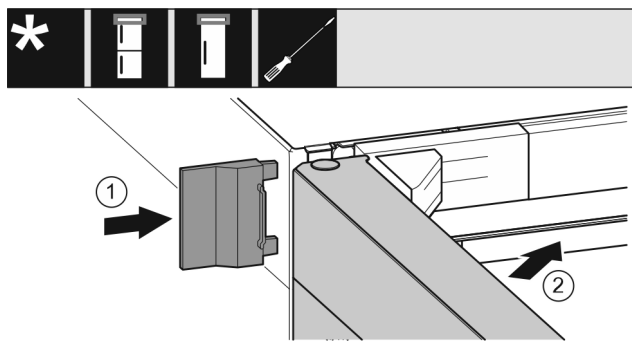

Fig. 22
- Äußere Abdeckung Fig. 22 (1) aufschieben.
- Obere Tür Fig. 22 (2) schließen.